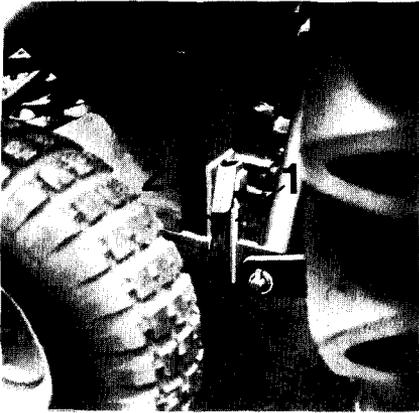
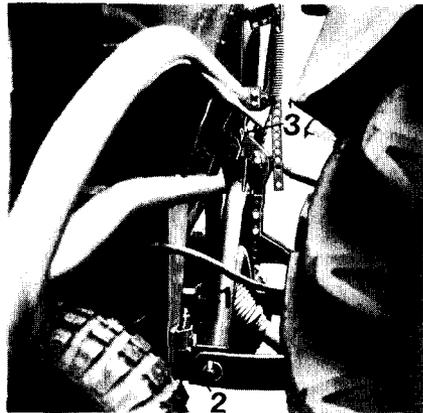

Abbildung 1
Abbildung 2
1. Der Anbaurahmen wird von der EV abgenommen und in der Schlepperhydraulik befestigt. Jetzt fährt man mit dem Schlepper so dicht an die EV heran, bis die beiden Zapfen (Abb. 1/1) gegen den Rahmen (Abb. 1/2) stoßen. Durch langsames Betätigen der Hydraulik gleiten die Zapfen (Abb. 2/1) in die Taschen (Abb. 2/2). Nun ist nur noch der obere Anlenkpunkt des Anbaurahmens mit Bolzen und Federvorstecker (Abb. 2/3) zu sichern.